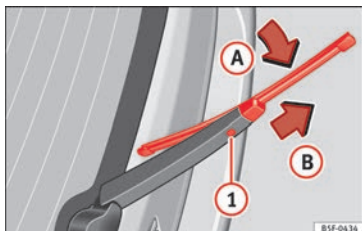

Abb. 79 Scheibenwischerblatt der Heckscheibe auswechseln.
- Scheibenwischerblatt oben in Richtung Scheibenwischerarm » » **Abb. 79** (Pfeil **A**) klappen.
- Die Entriegelungstaste » » **Abb. 79 1** gedrückt halten und gleichzeitig das Scheibenwischerblatt in Pfeilrichtung **B** abziehen. Dazu kann ein erhöhter Kraftaufwand notwendig sein.
- Neues Scheibenwischerblatt **gleicher Länge und Ausführung** auf den Scheibenwischerarm entgegen der Pfeilrichtung » » **Abb. 79 B** schieben, bis es einrastet. Dabei muss sich das Scheibenwischerblatt in abgeklappter Position (Pfeil **A**) befinden.